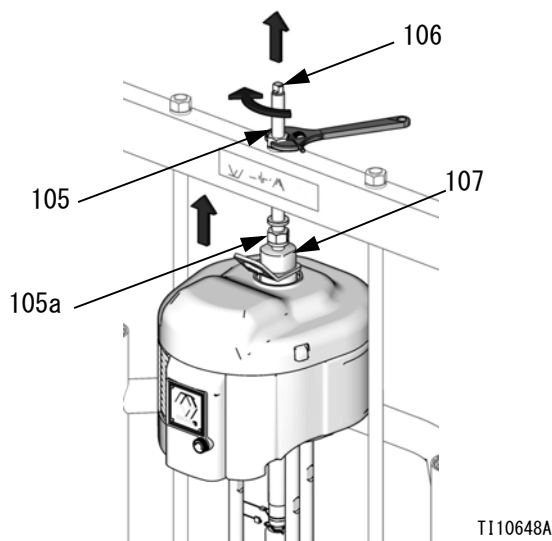

図 20
- a. 55 ガロンプラテン付き NXT 2200-6500 の場合：ラムバーの上端のナット（105）にレンチを使用してエアモーターを置換ポンプまで下げます。図 20（24 ページ）を参照してください。ナット（105）をロッドを通して持ち上げ、ラムバーの下で締め付けます。ナット（105）をクロスバーの下で最大 34 N・m（25 フィートポンド）で締めます。